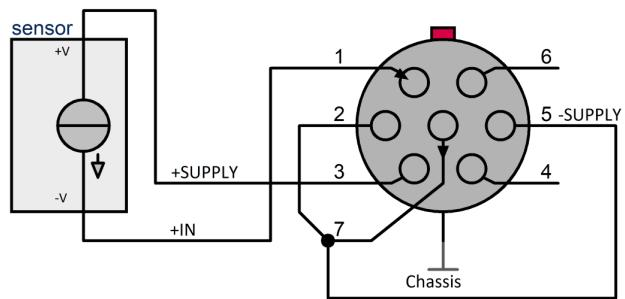

Abb. 38: unipolare Versorgung des Sensors 24 V (UTI-6)
-SUPPLY entsprechend Abb. 38 "unipolare Versorgung des Sensors 24 V" anzuschließen. Für die Einstellung der Versorgungsspannung von beispielsweise ± 12 V stehen somit 24 V für die Stromschleife zur Verfügung.